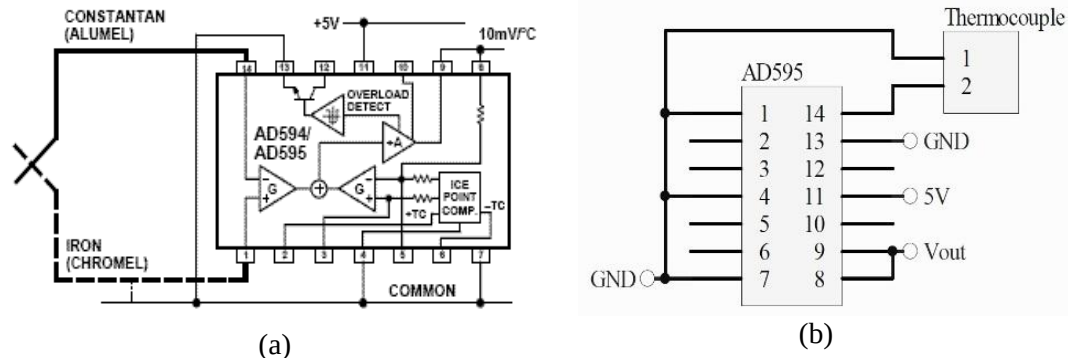

Figura 1.11. (a)Acondicionamiento para Termopar usando CI. AD595. (b)Diagrama de conexión simplificada
- Realice el montaje sugerido en la figura 1.11, para ello conecte el termopar al CI. AD595 y polarice éste últimamente adecuadamente siguiendo el manual del fabricante.